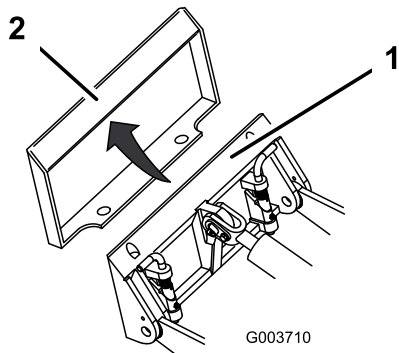

Bild 32
4. Positionieren Sie die Befestigungsplatte am oberen Rand der Aufnahmeplatte am Anbaugerät (Bild 32).